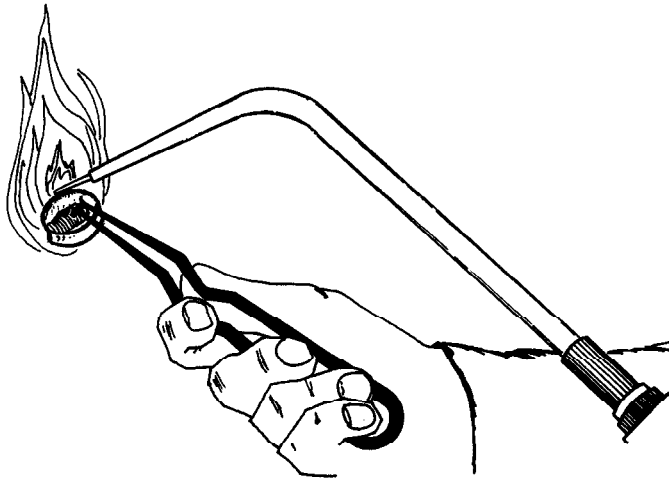

Figura 1.17
- b) Accione el encendedor (Figura 1.17)